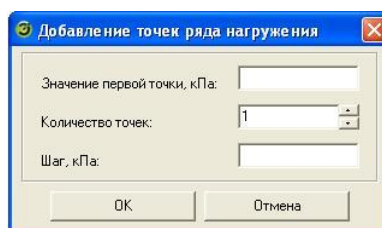

Рисунок 3.5.18 – Диалог добавления точек ряда нагружения
- «Добавить точки...». Кнопка предназначена для добавления в конец ряда нагружения произвольного количества точек. При нажатии на неё выводится диалог добавления точек ряда нагружения (рисунок 3.5.18).